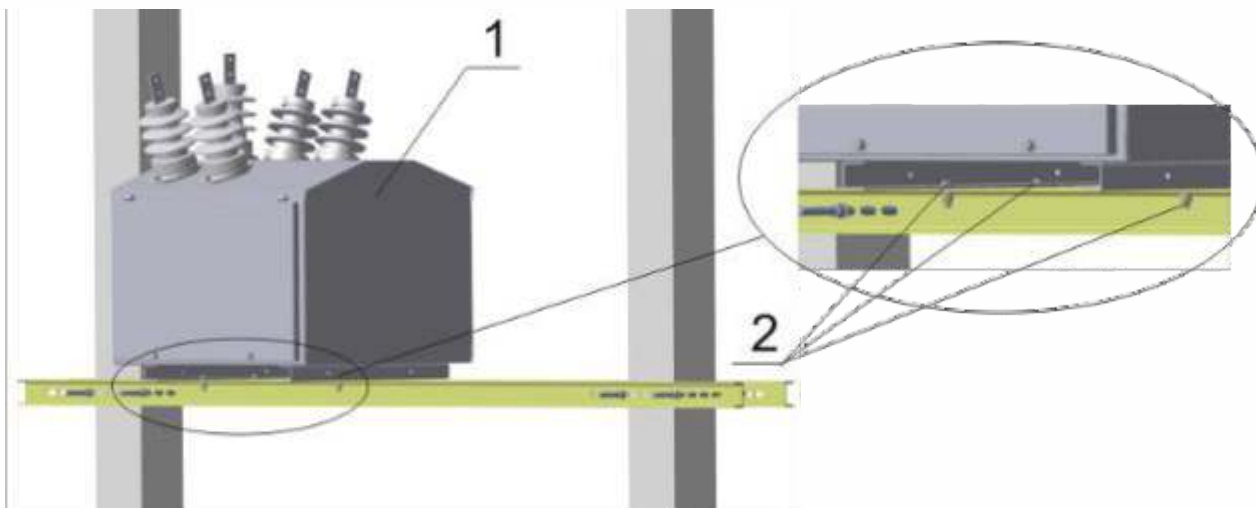

Рис.17. Монтаж ВМ на опорной площадке
- Установить ВМ (поз.1 рис. 17) на смонтированной опорной площадке, и закрепить 4-мя болтами М12 (поз.2 рис. 17), входящими в комплект поставки.